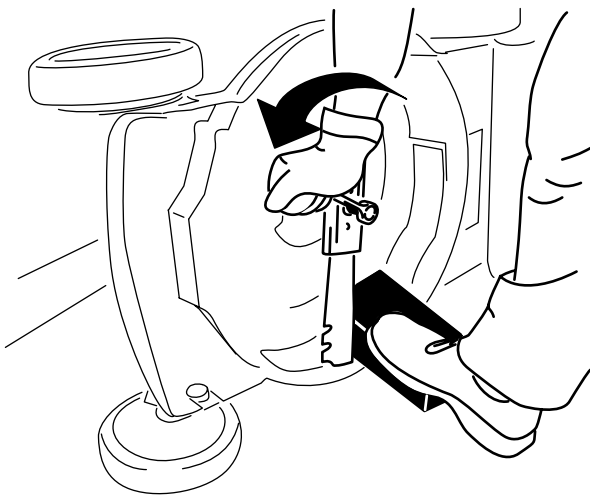

Bild 31
3. Stabilisieren Sie das Messer mit einem Holzblock (Bild 31).
4. Nehmen Sie das Messer ab und bewahren Sie alle Befestigungsschrauben auf (Bild 31).